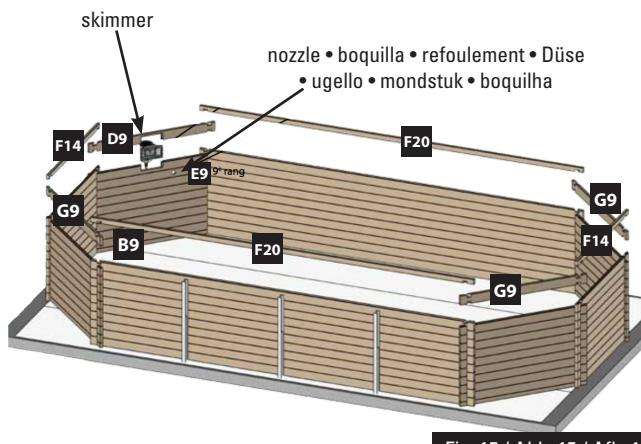

Fig. 15 / Abb. 15 / Afb. 15
**EN Skimmer:** • Place the specific boards of the skimmer facing the prevailing winds. Boards (C12) and (D12) will always be placed over a panel starting by board (B9) (figure 15). • The skimmer will not be stable until the pool is filled. **The skimmer (with its flap) is fitted as the same time as the finishing board.**
**FR Skimmer:** • Placez les madriers spécifiques au skimmer face aux vents dominants. Les madriers (C12) et (D12) se positionnent toujours sur un pan commençant par un madrier (B9) (figure 15). • Tant que le bassin n'est pas rempli, le skimmer ne sera pas stable. **Le skimmer (avec son volet) s'emboîte en même temps que le madrier de finition.**
**NL Skimmer:** • Plaats de planken die specifiek voor de skimmer zijn met het gezicht op de overheersende windrichting. De planken (C12) en (D12) worden altijd op een paneel geplaatst en er wordt begonnen met plank (B9) (afbeelding 15). • Zolang het zwembad niet is gevuld, zal de skimmer niet stabiel zijn. **De skimmer (samen met zijn afsluiter) wordt op hetzelfde moment ertussen gezet als de plank voor de afwerking.**
**EN Skimmer:** • Place the specific boards of the skimmer facing the prevailing winds. Boards (C9) and (D9) will always be placed over a panel starting by board (B9) (figure 15). • The skimmer will not be stable until the pool is filled. **The skimmer (with its flap) is fitted as the same time as the finishing board.**
**FR Skimmer:** • Placez les madriers spécifiques au skimmer face aux vents dominants. Les madriers (C9) et (D9) se positionnent toujours sur un pan commençant par un madrier (B9) (figure 15). • Tant que le bassin n'est pas rempli, le skimmer ne sera pas stable. **Le skimmer (avec son volet) s'emboute en même temps que le madrier de finition.**
**NL Skimmer:** • Plaats de planken die specifiek voor de skimmer zijn met het gezicht op de overheersende windrichting. De planken (C9) en (D9) worden altijd op een paneel geplaatst en er wordt begonnen met plank (B9) (afbeelding 15). • Zolang het zwembad niet is gevuld, zal de skimmer niet stabiel zijn. **De skimmer (samen met zijn afsluiter) wordt op hetzelfde moment ertussen gezet als de plank voor de afwerking.**